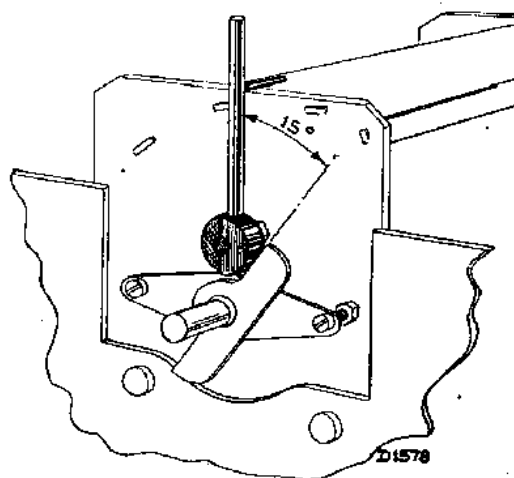

Fig. 5
2. Breng de 15° mal aan (fig. 5) en draai de afstemcondensator op minimale capaciteit.